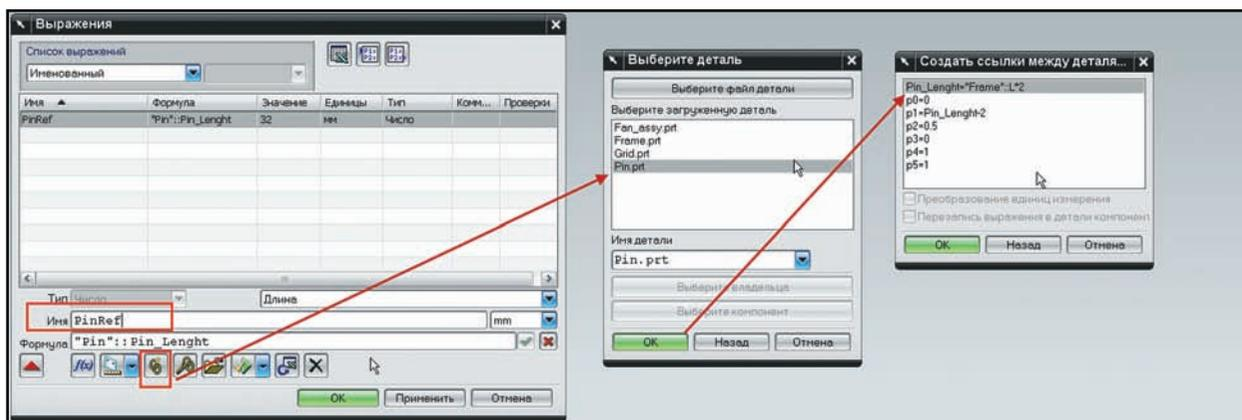

Рисунок 4.18. Создание связей между параметрами
- В появившемся диалоге выберите модель **Pin.prt** и нажмите **ОК**. В следующем диалоге укажите переменную **PinLength** и нажмите **ОК**. В строке **Формула (Formula)** появится строчка связи с переменной другой модели. Завершите создание связанной переменной нажатием кнопки **Применить (Apply)** (рис. 4.18).